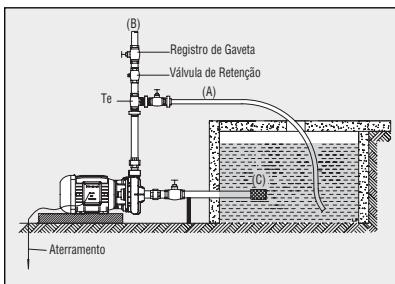

Figura 20 - Instalação Bomba MSA com sucção positiva
- Para o correto funcionamento da bomba, quando bombeando água com sólidos em suspensão, recomendamos colocar um Tê no bocal de recalque: em uma das extremidades, conecte um registro e acople uma mangueira (item **A** da Figura 20), direcionando-a de volta ao local de sucção para misturar as partículas ao líquido a ser bombeado, e na outra extremidade, a tubulação de recalque (item **B** da figura 20). Cuide para que a mangueira de recirculação fique afastada da tubulação de sucção, evitando desta maneira, a formação de bolhas de ar. Instale, também, um pré-filtro
(tipo cesto) (item C da figura 20) na sucção, a fim de impedir a passagem de sólidos de diâmetros maiores que os especificados na Tabela 6.